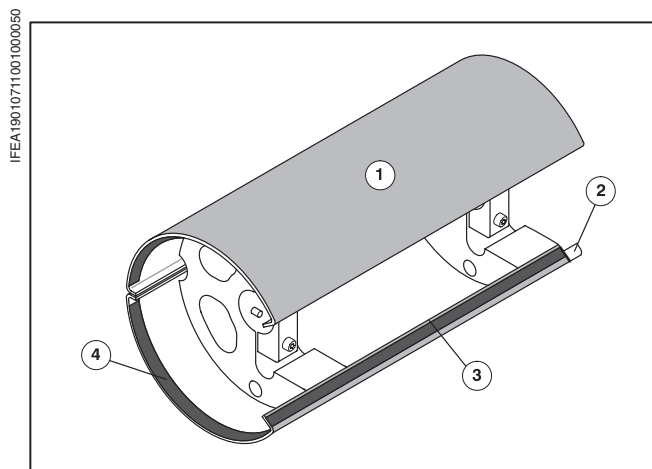

Рис. 35 Выводной барабан Super Blue, натяжение сетки
Сетка Super Blue (Рис. 35/①) уже раскроена на нужный размер; передняя и задняя кромки прижимаются к ленте-"липучке" подложки. Выступающие по бокам за крышку части сетки прижимаются к клейким полоскам на внутренней стороне крышки (Рис. 35/④).
- ① Машину установить в такое положение, чтобы был открыт доступ к переднему краю выводного барабана Super Blue с выемкой (Рис. 35/②).
- ② Подложку Super Blue и сетку Super Blue выровнять по бокам и середине.
- ③ Переднюю кромку сетки Super Blue прижать к ленте-"липучке" подложки (Рис. 35/③), затем хорошо прикатать от середины к стороне привода и к стороне обслуживания (например, роликовой щеткой).
- ④ Закрепить сетку и продвигать машину в толчковом режиме, пока не откроется доступ к задней кромке выводного барабана.
- ⑤ Натягивать сетку Super Blue на заднюю кромку выводного барабана, пока она не закроет полностью ленту-"липучку" на задней кромке; сетка не должна выступать за ленту.
- ⑥ Прижать сетку к ленте-"липучке" (например, роликовой щеткой).
- ⑦ Сетку прикатыванием равномерно распределить по подложке и прикрепить к клейкой ленте на внутренней стороне выводного барабана на стороне привода (Рис. 35/④) и на стороне обслуживания.
- ⑧ У выемки передней кромки барабана (Рис. 35/②) прижать сетку Super Blue к ленте-"липучке".